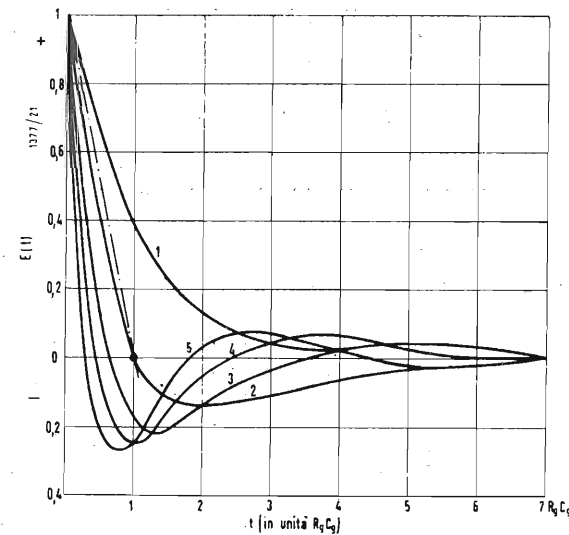

Fig. 19 - Risposta alla funzione a gradino di n stadi accoppiati capacitivamente, ciascuno avente la costante di tempo $R_g C_g$.
tore $e^{-t/R_g C_g}$, con costante di tempo $R_g C_g$, e indicato in fig. 19 dalla curva 1. Si osservi che la tangente nel punto $t = 0$, ossia all'origine, interseca l'asse delle ascisse nel punto 1, cioè a un tempo uguale alla costante di tempo. Perciò per un tempo che è una piccola frazione di una costante di tempo, la saetta frazionaria è uguale alla frazione della costante di tempo; in altre parole se si considera l'istante corrispondente $0,1 R_g C_g$, la saetta è 0,1 di quella relativa a $t = R_g C_g$, intendendo per saetta l'abbassamento della curva rispetto all'ordinata massima; per $t = 0$ tale eguaglianza sussiste solo per piccole ascisse, minori di $0,2 R_g C_g$ per le quali la curva si confonde con la tangente.
La (6) è rappresentata in fig. 19 dalle
Se si hanno circuiti di griglia in cascata con costanti di tempo diverse, il grafico della risposta alla funzione a gradino è simile a quello di fig. 19, sebbene l'analisi matematica comporti solo esponenziali puri. Così ad es. la risposta alla funzione a gradino di tre stadi accoppiati capacitivamente aventi le costanti di tempo $1/a, 1/\beta, 1/\gamma$ rispettivamente è: